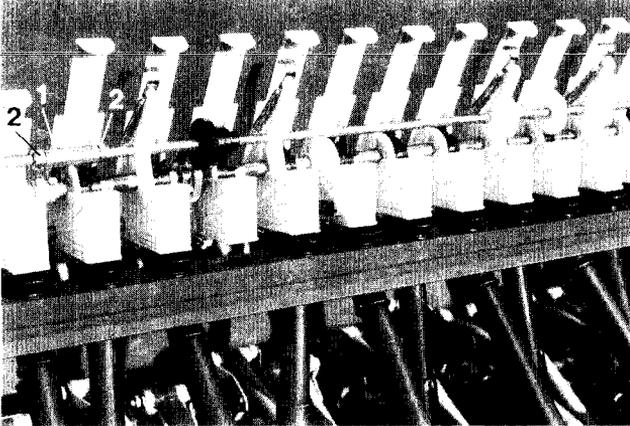

Fig. 76e
- Eine Halterung (Fig. 76e/1), die die Vorgelegewelle axial sichert, greift in eine Aussparung am Sägehäuse. Diese Halterung wird beim Abklappen der Vorgelegewelle aus der Aussparung herausgezogen und ist nach erfolgter Montage wieder zu befestigen. Die Halterung (Fig. 76e/1) wird axial durch Stellringe (Fig. 76e/2) auf der Vorgelegewelle gesichert.
Fig. 76e zeigt die Bohnensäwelle in eingebautem Zustand.